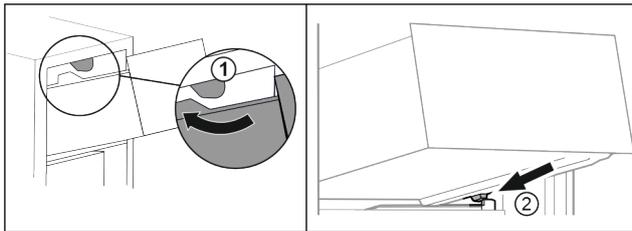

Fig. 77
- ▶ Introduzca el cajón rodeando los topes superiores. Fig. 77 (1)
- ▶ Coloque el cajón inclinado detrás de los topes inferiores sobre la nervadura para recipientes. Fig. 77 (2)